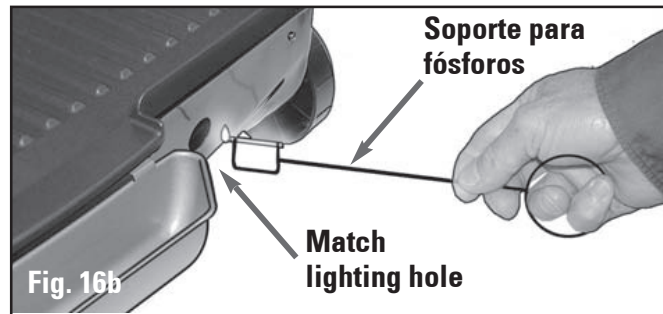

Fig. 16b
- 3) Inserte un fósforo encendido en el soporte para fósforos a través del orificio de encendido con fósforo en la parte delantera del lado derecho. (FIG 16B)